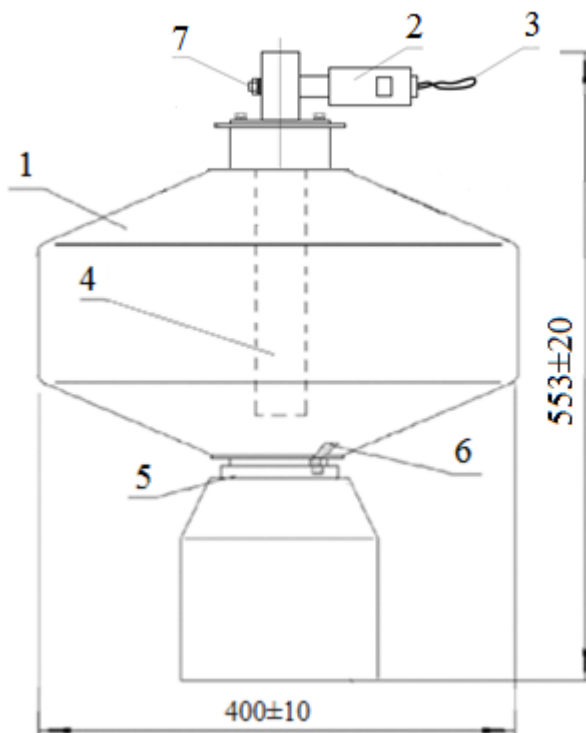

Рис. 1. МПП «Гарант-D»вз исп.01,
4.1. Конструкция МПП «Гарант-D»вз исп.01, «Гарант-D»вз исп.02, «Гарант-D»вз исп.03 приведена на рис. 1.
6.6.3. Отвинтить муфту, поз.6 (рис.1), вывинтив из нее гайку на 3-4 витка резьбы.